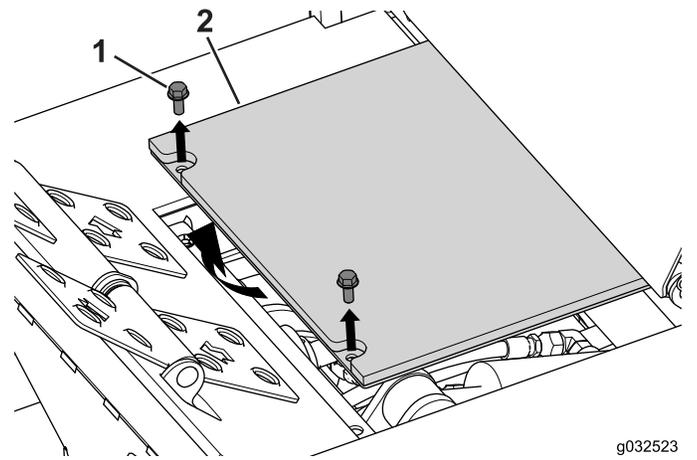

Figura 78
- Rimuovete i 2 bulloni che fissano il piatto dell'operatore alla macchina per accedere al collegamento della PDF (Figura 78).
- Utilizzate i 2 bulloni ($\frac{5}{16}$ " x $\frac{3}{4}$ ") rimossi in precedenza per fissare il piatto dell'operatore al telaio invernale (Figura 78).